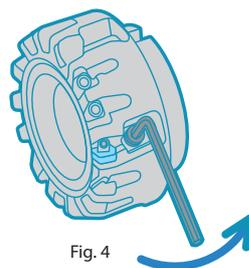

Fig. 4
4. 仮締めしたロケータ固定ねじを緩めてください (Fig. 4)